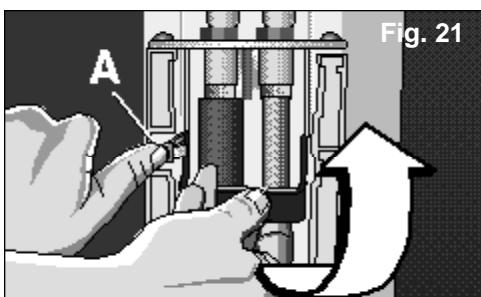

Fig. 21
- Mantener presionado el pestillo A que asegura la posición de la palanca. Tirar de ella hacia arriba (tenga cuidado con el impulso de la palanca) asegurándose de que queda en la posición de máxima altura, **Fig. 21**.
Asegúrese de que la palanca ha quedado sujetada por el pestillo de seguridad A, fig. 21. Sólo así se habrá efectuado la conexión correctamente.